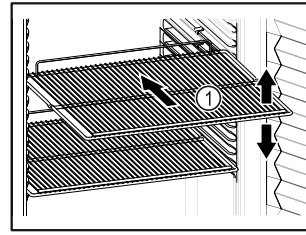

Fig. 47 Immagine a titolo di esempio
- Se è possibile spostare i ripiani Fig. 47 (1), regolarli in altezza.